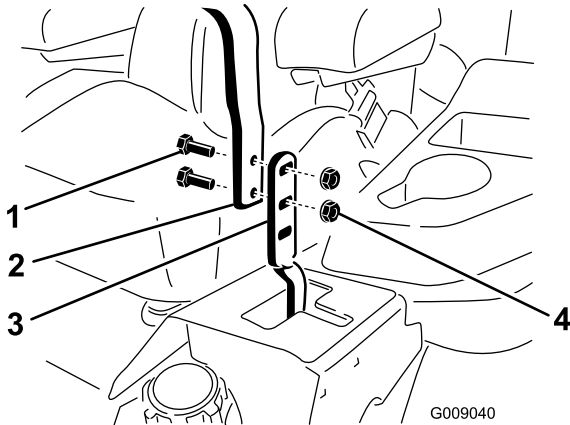

Figura 78
3. Afloje los pernos y las tuercas con arandela prensada de las palancas (Figura 78).